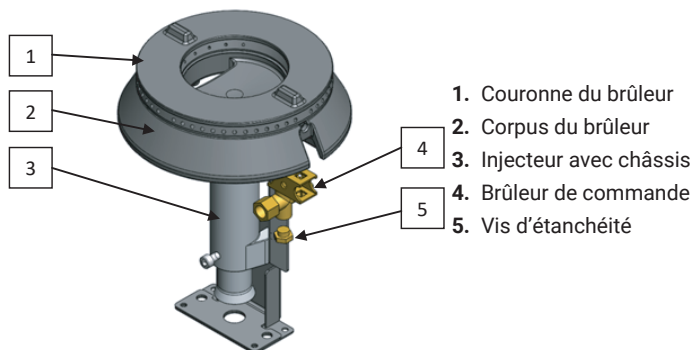

Figure 18. Construction du brûleur basée sur l'exemple du brûleur 7kW.
1. Si vous adaptez le réchaud du gaz naturel au propane ou au propane-butane, dévissez la vis d'étanchéité se situant sous le brûleur de commande, puis dévissez son injecteur G20 jusqu'à la butée (pour le gaz de propane et le propane-butane on utilise le même injecteur). Vissez la vis d'étanchéité (Fig.18, pos. 5). Allumez le brûleur du pilote. La flamme devrait chauffer le thermocouple et avoir une couleur claire. Si ce n'est pas le cas réglez l'afflux d'air à l'aide du diaphragme se trouvant sur la partie supérieure de la commande.